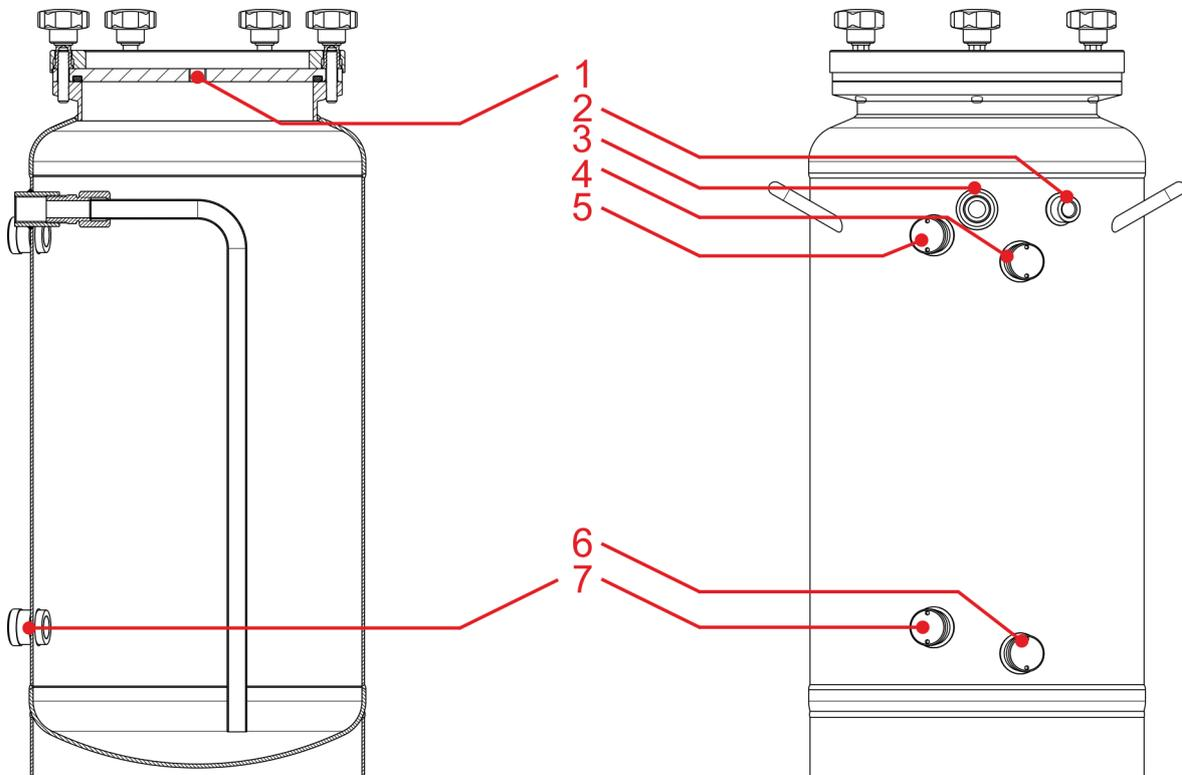

Abb. 4: Installationsrelevante Anschlüsse
- Produktleitung (Abb. 4, Pos. 3).